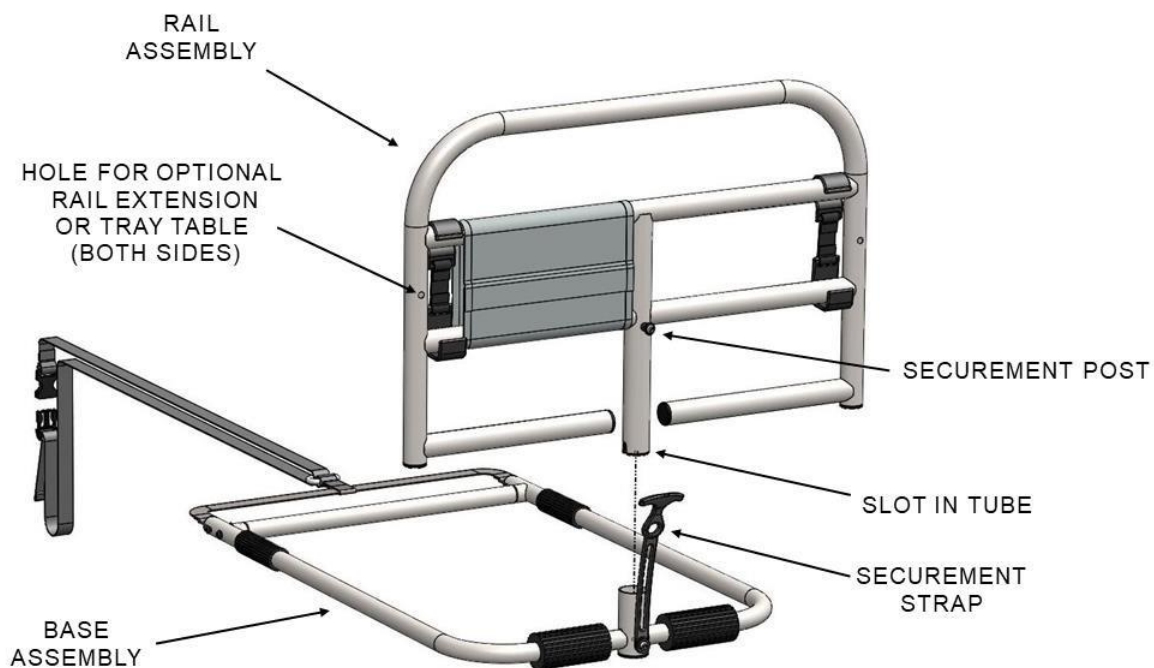

FIGURA 2
2. Inserire il GRUPPO FERROVIARIO nel GRUPPO BASE come mostrato nella Figura 2. **IMPORTANTE:** la fessura nella parte inferiore del GRUPPO FERROVIARIO deve essere completamente inserita nel GRUPPO BASE per impedire la rotazione del GRUPPO FERROVIARIO. Accertarsi che il POST DI SICUREZZA sia posizionato sullo stesso lato della CINGHIA DI SICUREZZA.